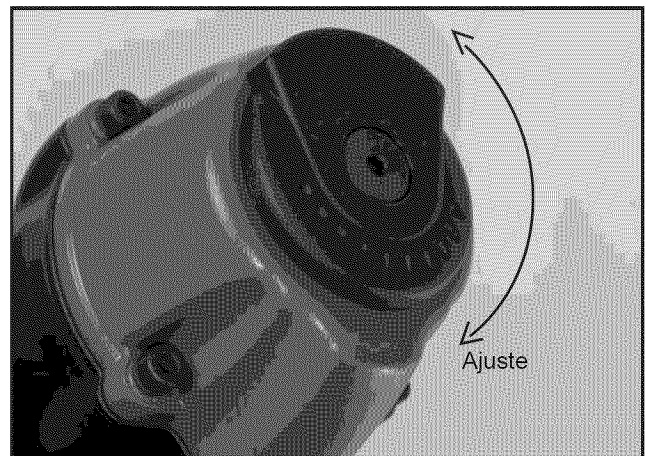

Figura 11- Ajuste del deflector de escape
- El deflector de escape puede posicionarse para apuntar en cualquier sentido (un movimiento pleno de 360°). Reposicione el deflector al agarrar firmemente y girar hasta la posición deseada (Ver la figura 11).